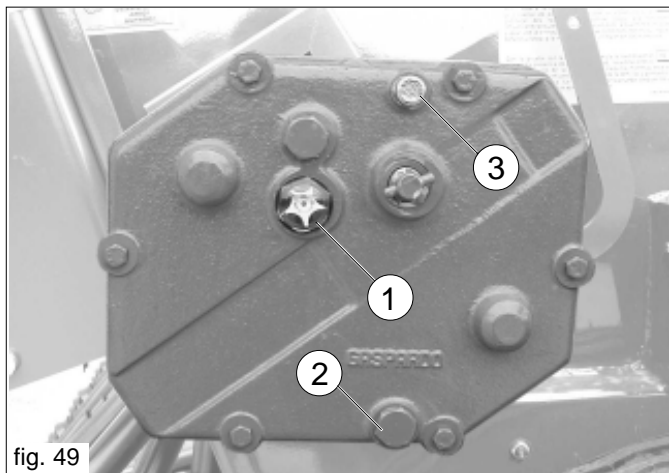

fig. 49
- Contrôler le niveau d'huile dans la boîte de vitesse, et remplir le cas échéant jusqu'au niveau prévu (1 Fig. 49). Pour cette opération, nous conseillons d'utiliser le même type d'huile (ACER 22).
- bouchon vidange huile, 2 Fig. 49;
- bouchon remplissage huile, 3 Fig. 49.